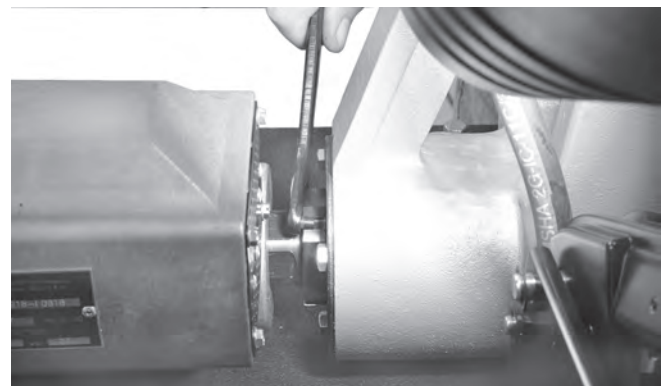

Figura 25 – Afloje y extraiga la tuerca de retención del eje de mando
3. Extraiga el eje de mando de la parte delantera de la ranuradora (Figura 25).
4. Con la llave inglesa, afloje y extraiga la tuerca de retención del eje de mando (Figura 25).